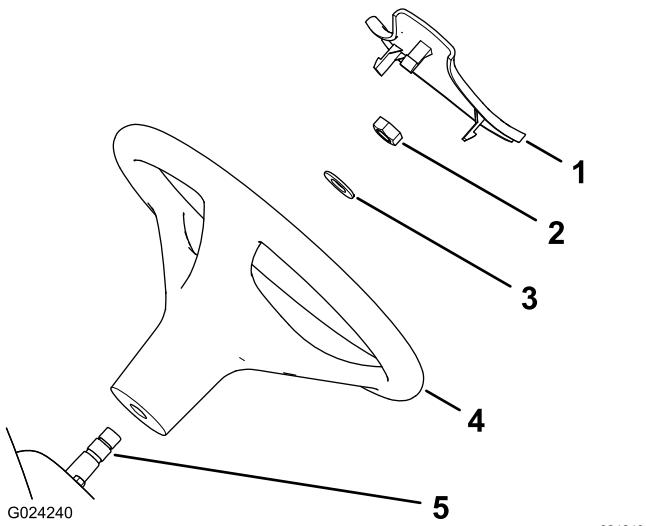

Figura 3
1. Si la tapa está instalada, retírela del centro del volante (Figura 3).
2. Retire la tuerca de la columna de dirección (Figura 3).
3. Deslice el volante y la arandela sobre la columna de dirección (Figura 3).
5. Instale la tapa en el volante (Figura 3).